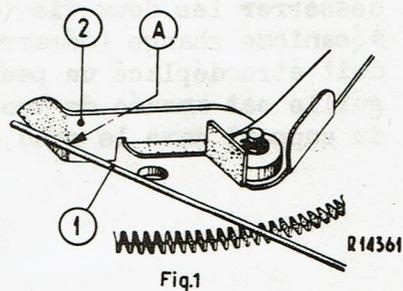
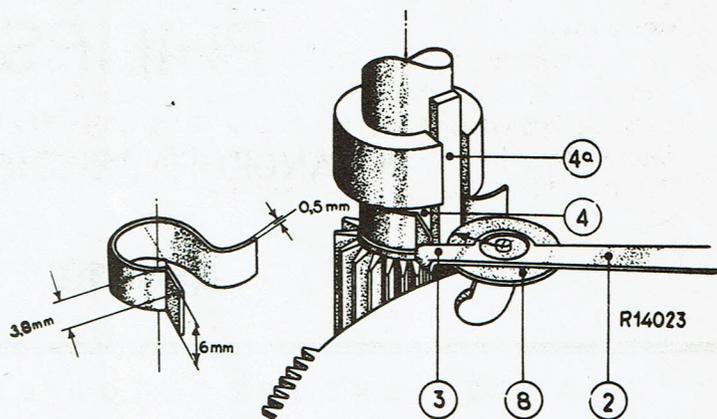

Fig.1
Fig 2
L'extrémité du ressort de démarrage (1 fig.1) ne pousse pas l'embrayage (2 fig.1) du disque de commande jusqu'à sa position extrême. Pour cette raison l'extrémité (3 fig. 2) n'est pas menée contre l'axe principal (4 fig.2). Couder le ressort un peu, mais de telle façon que la partie coudee du ressort reste parallèle au disque de contrôle. Quand la manette de démarrage est tirée à droite, le point de contact de l'embrayage et le ressort de démarrage doivent se trouver en A (fig.1)
2. La distance entre l'extrémité (3 fig.2) de l'embrayage du disque de commande et la came (4a fig.2) de l'axe principale est trop grande. Cette distance peut être réglée et contrôlée de la manière suivante:
Desserrer les vis (5 et 6 fig.5) de quelques tours par quoi l'étrier d'arrêt (7 fig.5) peut être déplacé d'un côté à l'autre. Autour de l'axe principale (4 fig.2) un gabarit est fixé. Ce gabarit peut être fait d'une façon simple (voir figure).
En poussant l'étrier d'arrêt on peut régler la position d'arrêt de telle façon que lorsque le disque de fibre (8 fig.2) s'appuie sur le milieu de la came (4a fig.2), l'extrémité (3 fig.2) de l'embrayage touche légèrement la languette du gabarit. Quand on a observé les mesures requises du gabarit, la distance entre l'extrémité (3 fig.2) et l'axe principale (4 fig.2) s'élèvera à 3,8 mm.
2. La distance entre l'extrémité (3 fig.2) de l'embrayage du disque de commande et la came (4a fig.2) est trop grande. Pour réglage revoir (2-I)